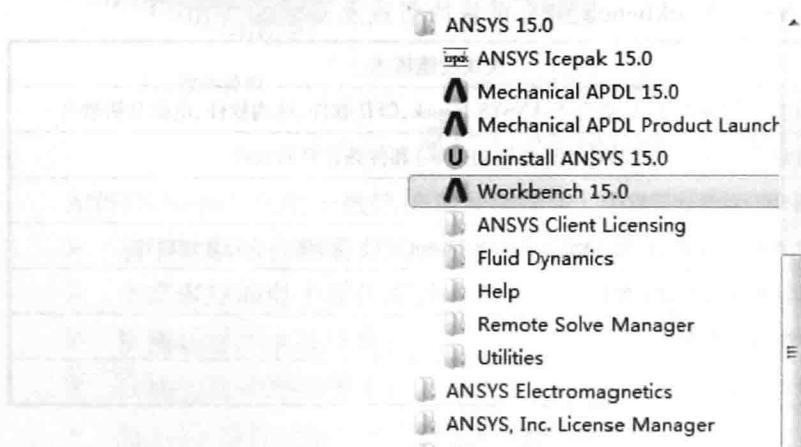

图 1-3 ANSYS Workbench 启动
1. 单击“开始”菜单,在“所有程序”中选择 ANSYS15.0→Workbench15.0 命令,如图 1-3 所示,即可启动 ANSYS Workbench15.0。